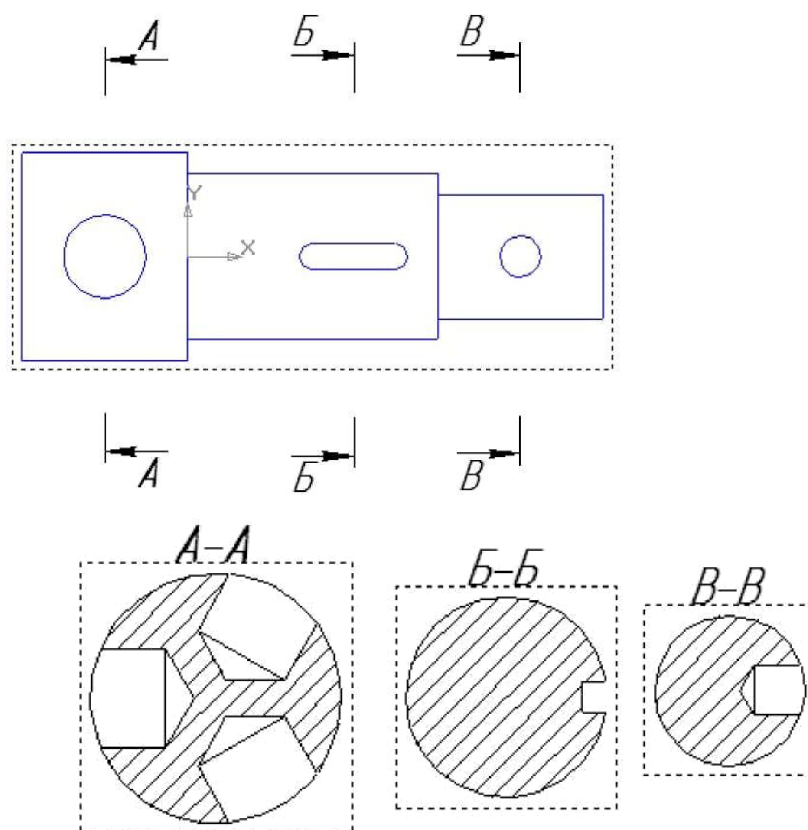

Рис. 6.21
10. Создаем новый чертеж с использованием команды **Главного меню Вставка - Вид с модели -  Произвольный** создаем вид **Спереди**. Назначаем положение секущих плоскостей, используя команду **Линия разреза**, расположенную на панели инструментов **Обозначения** компактной панели инструментов (рис. 6.21).
11. Для построения сечений используем команду  **Разрез/Сечение**. На рис. 6.21 показан чертеж модели с сечениями, выполненными системой КОМПАС.